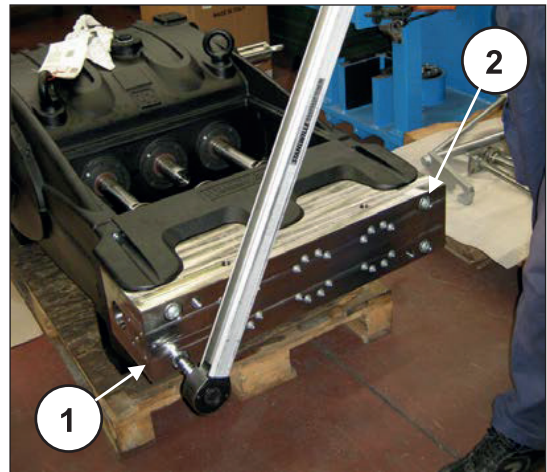
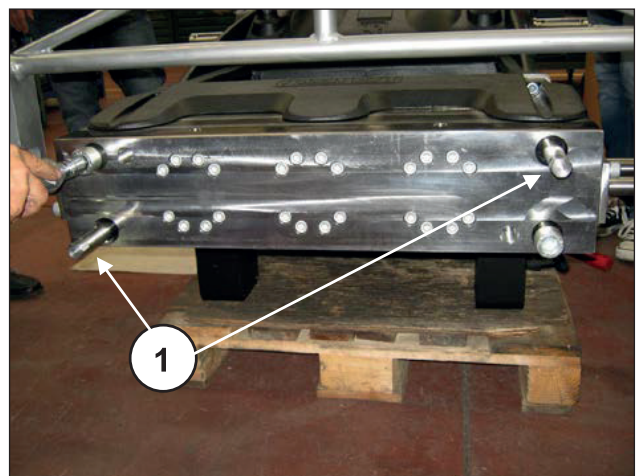

图 167
图 168
拧松径向相对的两个泵头固定螺丝 M24（① 和②，图 167），用两个伺服螺丝/销子替换（代码 27807000）（①，图 168），然后拆除剩余的2个螺丝。